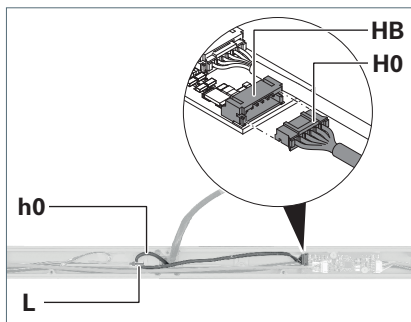

Fig. 8: Collegare la linea di comando.
1. Posare la linea di comando **h0** dal tubo verticale in una curva nella traversa, vedere Fig. 8.